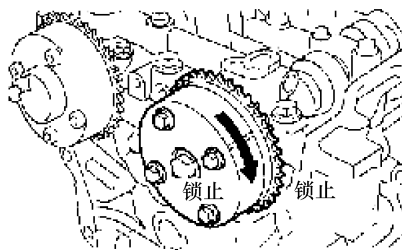

图 1-85 转动检查凸轮轴正时齿轮
⑤ 在凸轮轴正时齿轮固定就位时，紧固凸缘螺栓。
⑥ 检查并确认凸轮轴正时齿轮可以朝延迟方向(顺时针)转动，并锁止在最大延迟位置，如图 1-85 所示。